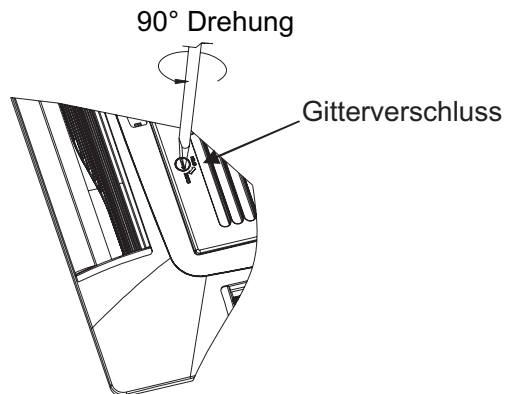

Abb.22
1. Drehen Sie den Gitterverschluss gegen den Uhrzeigersinn von waagrecht in Senkrechtposition (Abb. 22).